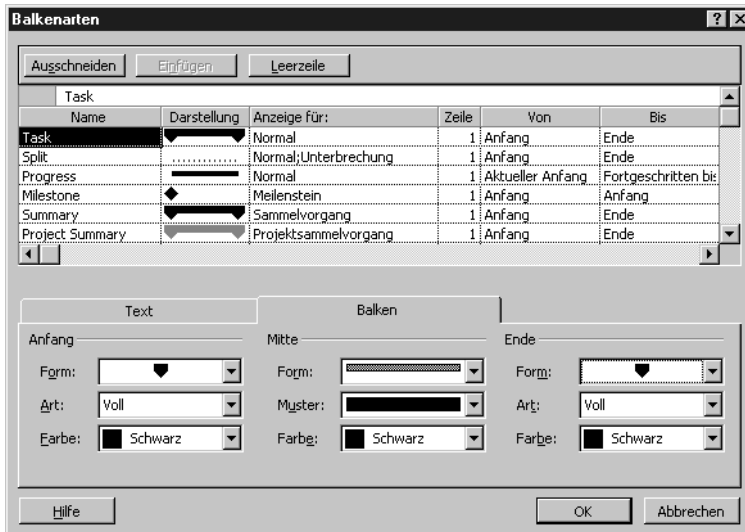

Abbildung 9.7:
- Wählen Sie in der Tabelle im oberen Teil des Dialogfensters die Zeile mit der Kategorie (etwa SAMMELVORGANG), die Sie geändert haben wollen (siehe Abbildung 9.7).